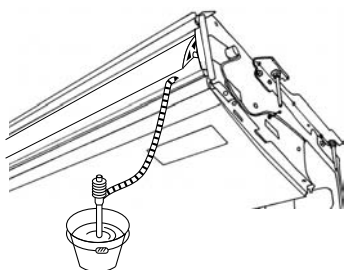

Fig. 5-3
2. Maak de bij het apparaat meegeleverde mofbedekking ⑥ vast aan de sokverbinding ⑤.
3. Maak de buiten het apparaat lopende afvoerleiding (VP-20) vast aan de sokverbinding ⑤ met een vinyl-chloride-lijm.
4. Wikkel de bij het apparaat meegeleverde afvoerleidingsbekleding ⑦ om de afvoerleiding heen. (Doe plakband over de naad heen)
- Ⓒ Mofbedekking ⑥
- Ⓓ Sokverbinding ⑤
- Ⓔ Afvoerleidingsbekleding ⑦
5. Controleer dat de afvoer goed werkt. (Fig. 5-3)